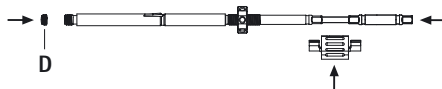

Fig. 12
- Introducir el destornillador en el casquillo interior, asegurarlo con el distanciador y colocar el tornillo de bloqueo D, ver Fig. 12.